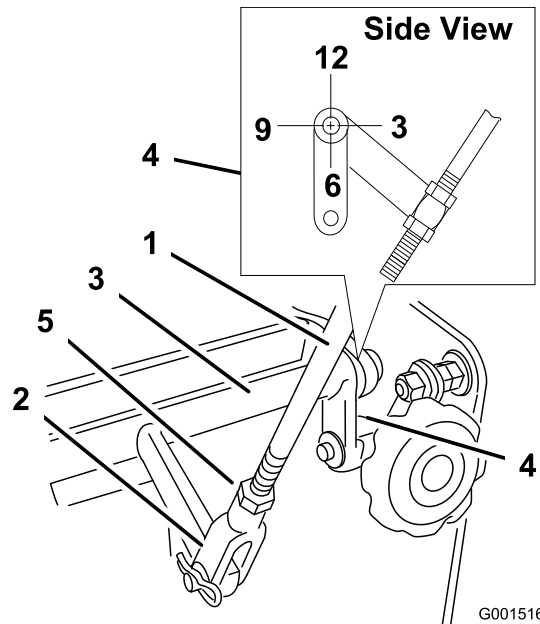

Figura 32
4. Compruebe la orientación de las barras laterales situadas en los extremos de la barra de control de velocidad. Asegúrese de que estas barras están orientadas hacia abajo, en la posición de las 6 aproximadamente (Figura 32).
5. Ajuste la horquilla enroscada del extremo del acoplamiento de control de velocidad hasta que las barras estén en la posición de las 6 (Figura 32).